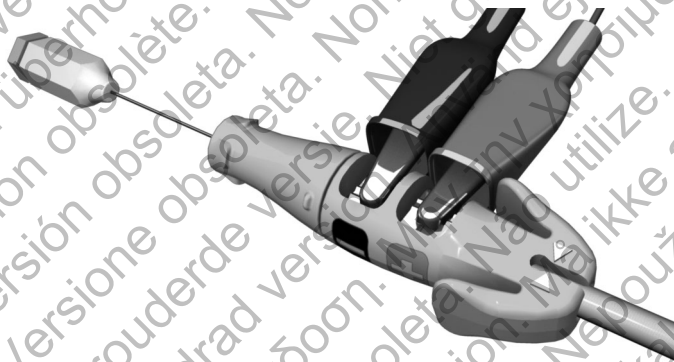

Figure 10. Pincettes du PSA fixées sur l'outil de connexion
- Fixer les pinces crocodiles du câble du PSA sur le contact à lame de la cathode (–) et sur le contact à lame de l'anode (+) de l'Outil de Connexion. L'utilisation de l'Outil de Connexion permet de protéger la broche terminale en évitant qu'elle soit endommagée par la pince crocodile et d'éviter l'établissement d'un pont entre les contacts du connecteur. Veiller à ce que les pinces crocodiles soient entièrement accrochées sur les contacts à lame de la cathode et de l'anode afin d'éviter l'obtention de mesures initiales imprécises (Figure 10 en page 26).